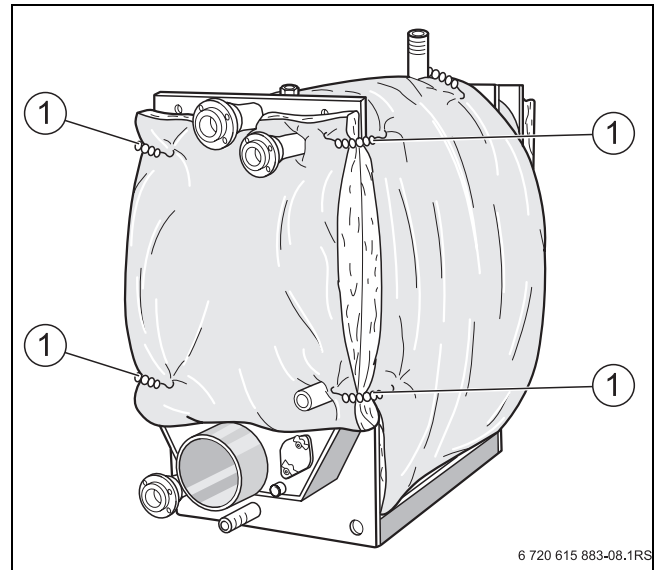

Рис. 9 Размещение и крепление теплоизоляции задней стенки
- ▶ Приложите теплоизоляцию к задней стенке корпуса котла с учетом вырезов и закрепите слева и справа четырьмя пружинными стяжками к изоляции корпуса (→ рис. 9).